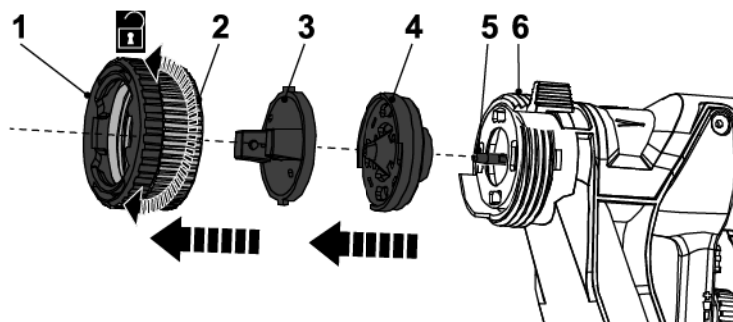

Fig. 3
> Desaperte a porca de união (2) e retire-a juntamente com a tampa de ajuste do tampão de ar (1), o tampa de ar (3) e o bocal de pulverização (4) da cabeça de pulverização (6) (Fig. 3).